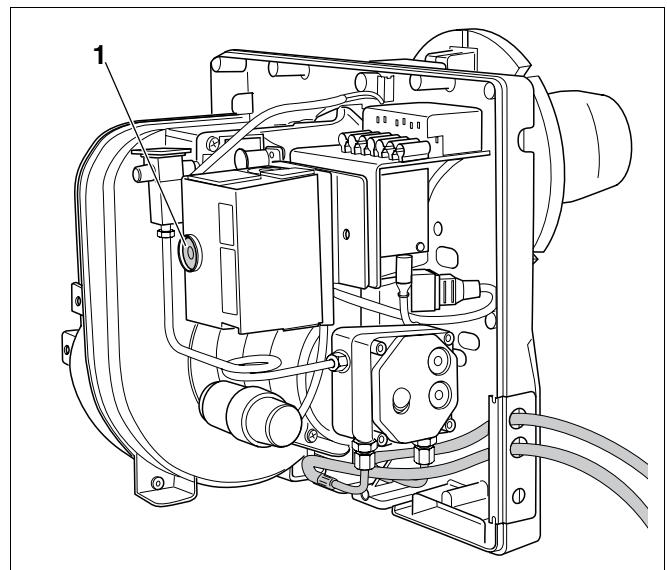

Fig. 10 Genindkoblingsknap og signallampe
- Udluft systemet ved hjælp af den indbyggede oliepumpe og ikke ved at trykke gentagne gange på fejlafhjælpningstasten (fig. 10, **pos. 1**).
- Tryk på genindkoblingsknappen (fig. 10, **pos. 1**, side 16).
- Genstart kontrolkassen efter en ventetid på ca. 50 sekunder ved at trykke på genindkoblingsknappen (fig. 10, **pos. 1**, side 20).